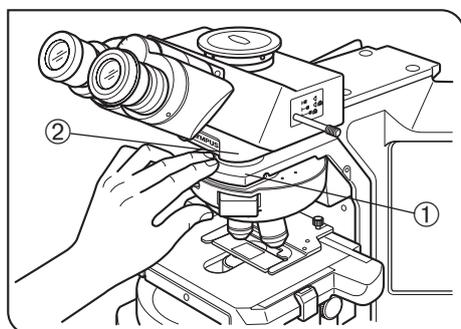

Рис. 1
(Рис. 1)
- Не допускайте защемления пальцев или рук в пространстве между консолью револьверной головки ① and держателем тубуса ② (рис. 1).